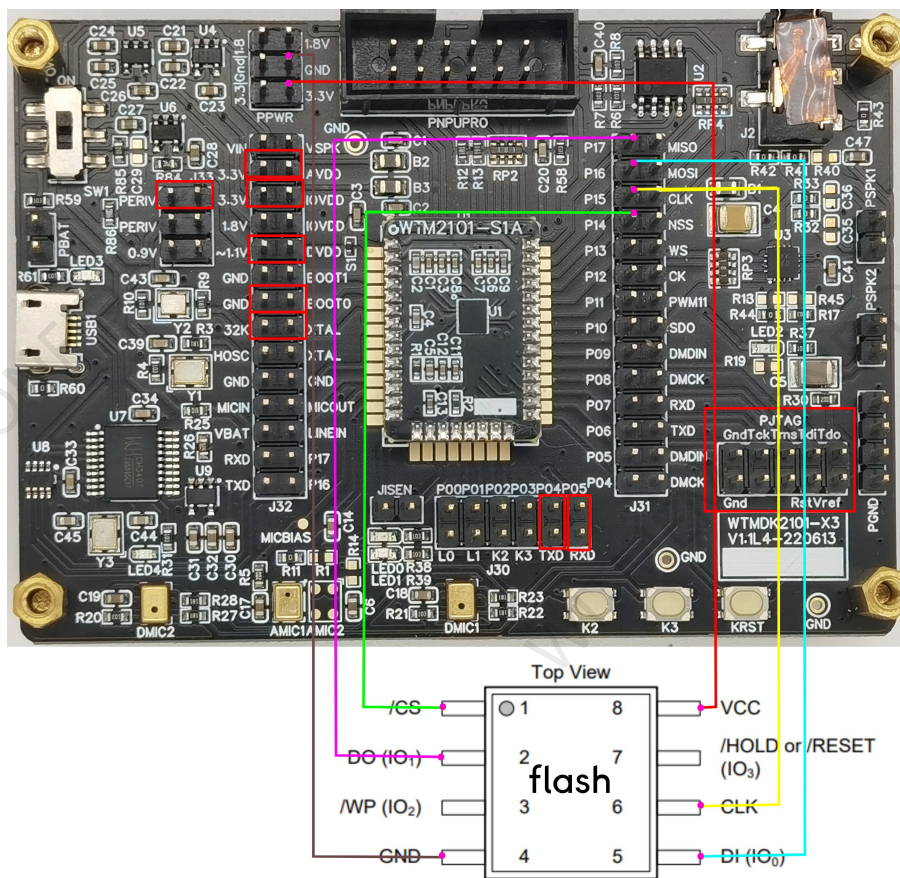

图 1. 硬件连接参考图
1. 参考硬件接线图 1 连接各个跳线（包含参考供电·J-Link 等连接）：